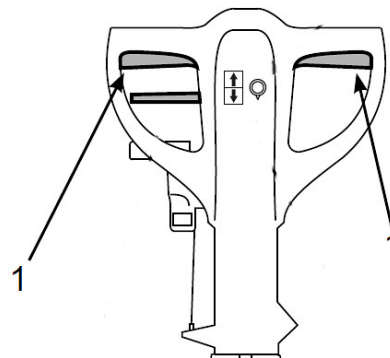

Abb. 25: Bürstensteuerhebel bedienen
Schritt 4: Betätigen Sie kurzzeitig den Bürstensteuerhebel (Pos. 1, Abb.25). Nach wenigen Impulsen hakt sich die Bürste aus und fällt zu Boden.